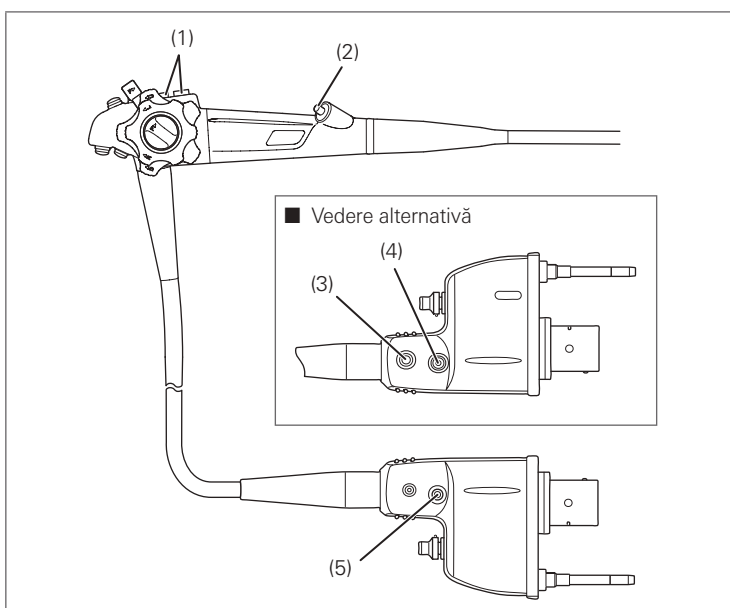

Figura 3.8
- Verificați dacă corpul de control, conectorul de PVE și contactele electrice prezintă anomalii, de exemplu zgârieturi, deformări, piese slăbite etc. Acordați o atenție deosebită verificării pieselor prezentate în Figura 3.8. Folosind un tifon curat, care nu lasă scame, țineți cu grijă aceste piese și mișcați-le în diferite direcții pentru a vă asigura că nu prezintă anomalii, de exemplu dacă nu sunt slăbite.